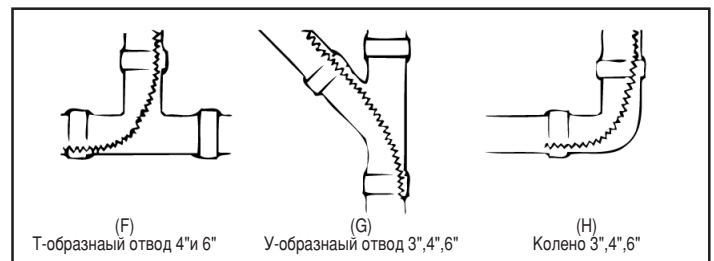

Рис. 2 Применение стандартной спирали
**Стандартная спираль.** Стандартная спираль 32 мм может использоваться для прямых линий и отводов от 75 мм до 150 мм (рис.2).